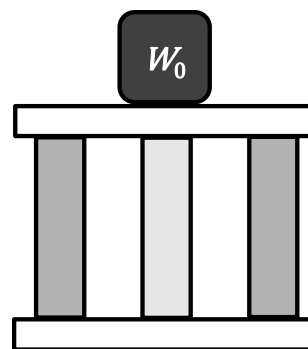

図2
- (1) 温度 T_0 において、図2に示されるように、上部剛体板の中央に重量 W_0 の物体を載せた。このときの柱のひずみを求めよ。また、そのときに各柱に働く応力を求めよ。
- (2) 問(1)の状態から重量 W_0 の物体を取り除いた後、温度を T_0 から ΔT だけ上昇させた。このときの柱のひずみを求めよ。また、そのときに各柱に働く応力を求めよ。
- (3) 問(1)の状態のとおり、重量 W_0 の物体を上部剛体板の中央に載せたまま、温度を T_0 から ΔT だけ上昇させた。このときに各柱に働く応力を求めよ。